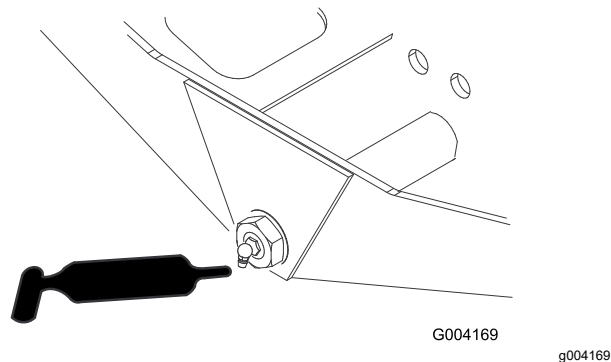

Figure 78
- Pivot de direction d'essieu (1) (Figure 78)